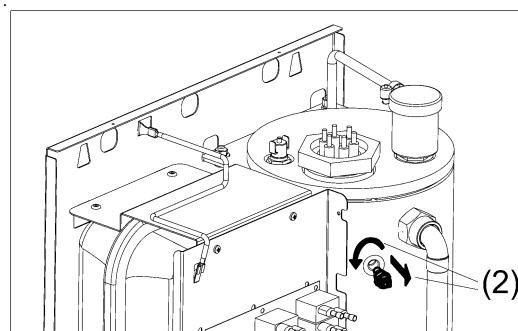

Рисунок 13. Замена датчика температуры теплоносителя
- (1) Отсоедините штекер от датчика.
- (2) Выверните датчик вместе с переходником (см. рис. 13) из теплообменника.
- (3) Выверните датчик из переходника.
- (4) Вверните новый датчик в переходник. Для герметизации резьбового соединения используйте герметик (нанесите герметик на обе резьбовые поверхности).
- (5) Вверните датчик вместе с переходником в теплообменник.
- (6) Подсоедините штекер.
- (7) Проверьте герметичность установки датчика.
- (8) Проверьте надёжность контактов электрического соединения.
- (2) Выверните датчик (см. рис. 13) из теплообменника.
- (3) Вверните новый датчик в теплообменник, при уплотнении резьбы используйте анаэробный резьбовой герметик.
- (4) Подсоедините штекер.
- (5) Проверьте герметичность установки датчика.
- (6) Проверьте надёжность контактов электрического подсоединения.